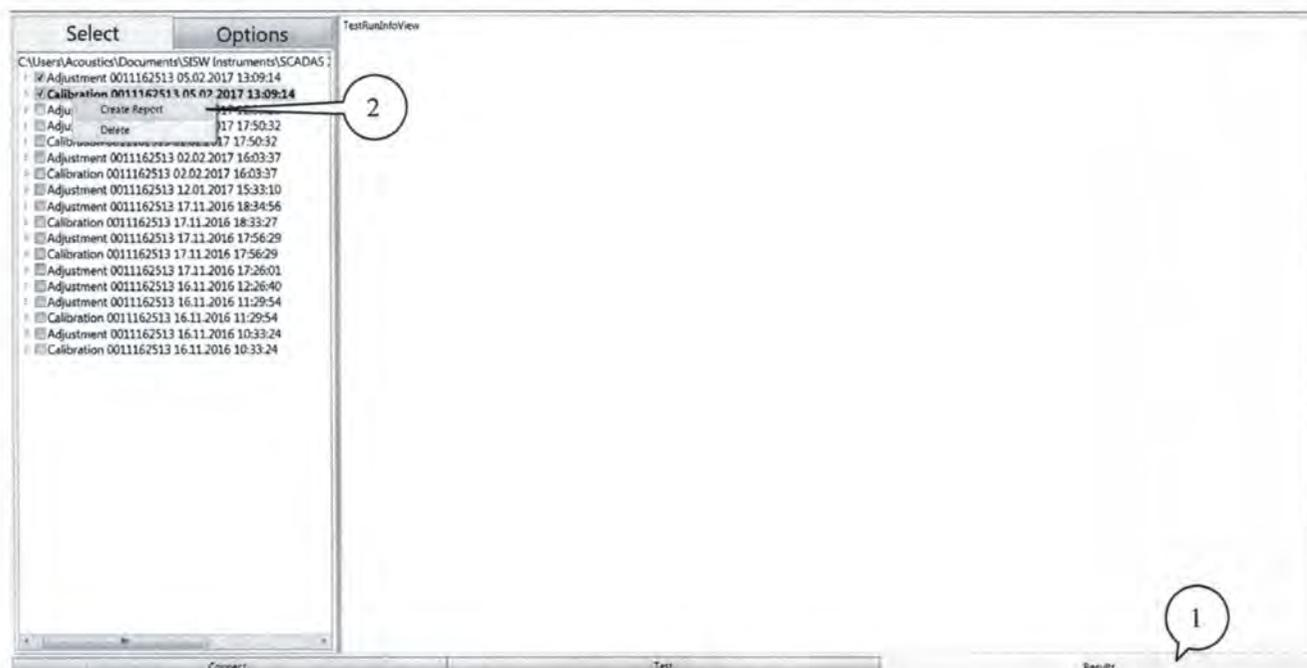

Рисунок 12
7.5.1.17 По окончании всех операций (рисунок 12) перейти во вкладку «Results» (1).